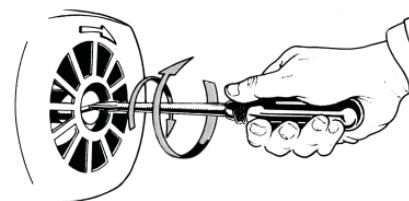

Figure 2: Déverrouiller l'axe
- Vérifier que l'arbre de la pompe tourne librement et n'est pas bloqué (figure 2).